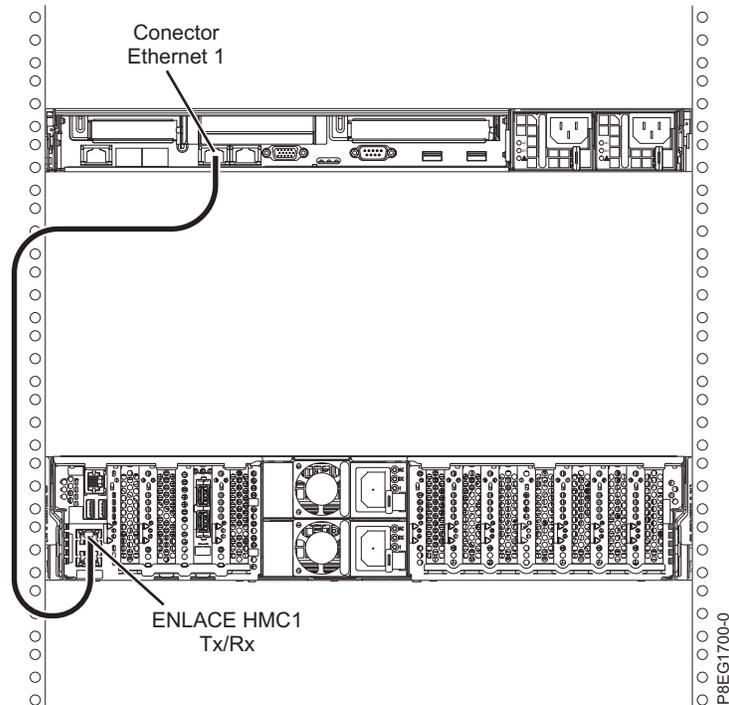

Figura 17. Conexión de la HMC al sistema gestionado
1. Si desea conectar directamente la HMC al sistema gestionado, conecte el **Conector Ethernet 1** de la HMC al puerto **HMC1** del sistema gestionado. Consulte la Figura 17 en la página 15.